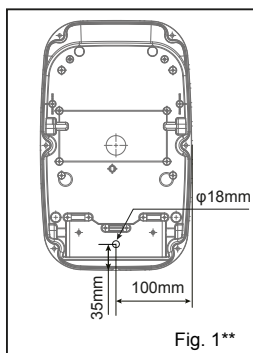

Fig. 1**
Remarque: les étapes 1 et 2 se réfèrent à la figure 1.
1. Percez le trou conformément à la Fig.1 * *.
1. Forage selon la Fig.1 *.
Remarque: a8, a9 voir fig. 1, fonctionnement inverse.